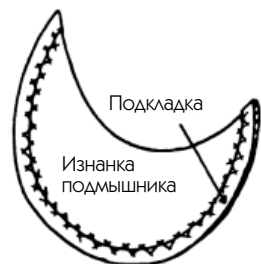

Рис. 200
5. Загните срезы швов подкладки внутрь подмышника и пришейте их крестообразными стежками (рис. 200). Приутюжьте край.